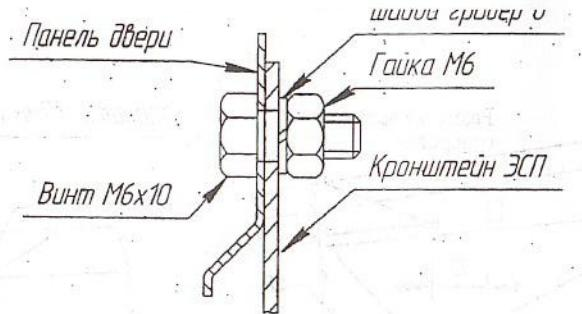
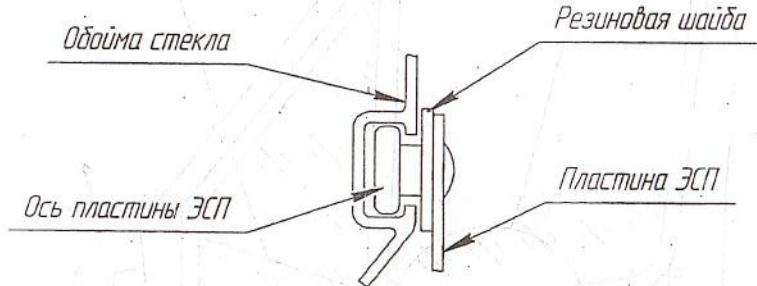

Рис.3
Рис.4
6.5.3 Установить ЭСП в последовательности: ввести ЭСП в полость двери, совместить и завести ось пластины ЭСП в обойму стекла (см. рис.4), ввести нижний болт ЭСП в нижнее отверстие двери, совместить отверстие верхнего кронштейна ЭСП с верхним отверстием двери (см. рис. 3) и окончательно закрепить ЭСП.